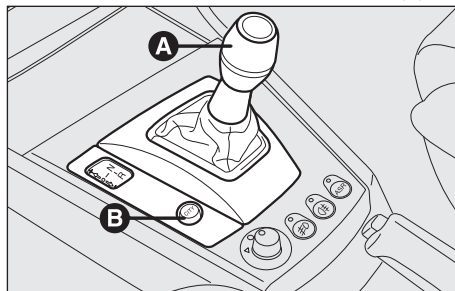

fig. 130
- la leva di comando posta sul mobiletto centrale (**A-fig. 130**);
La modalità di funzionamento **MANUALE** viene impostata quando, con modalità **CITY** selezionata si ripreme nuovamente il pulsante **CITY** (**B-fig. 130**), escludendo così la modalità precedentemente selezionata.